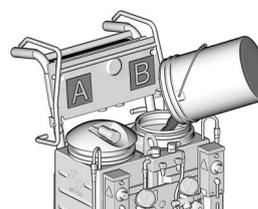

FIG. 8 Riempire il serbatoio B con resina
5. Rimuovere il coperchio del serbatoio B e versare la resina nel serbatoio B (lato blu). Vedere FIG. 8.